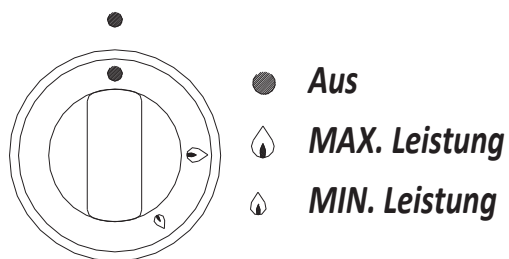

Abb. 8 Bedienelemente
- Eventuell die MIN. Leistung (kleine Flamme) einstellen. Siehe Abb. 8.